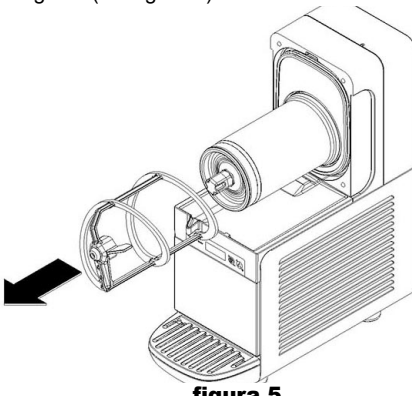
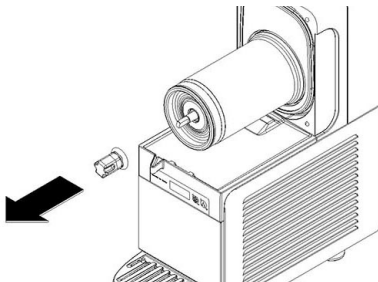

figura 5
figura 6
**3** Extraiga del evaporador la espiral externa (ver figura 5) y, a continuación, la junta hexagonal (ver figura 6).